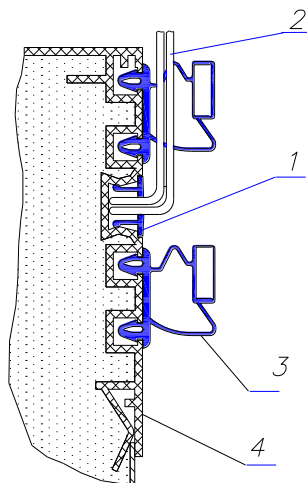
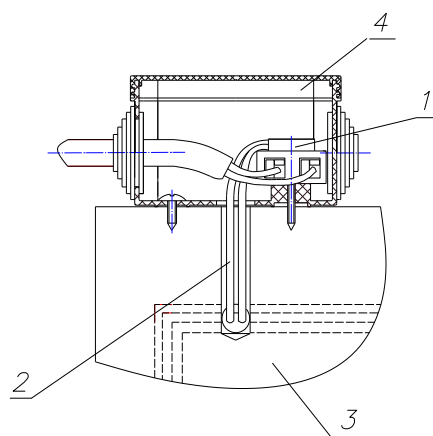
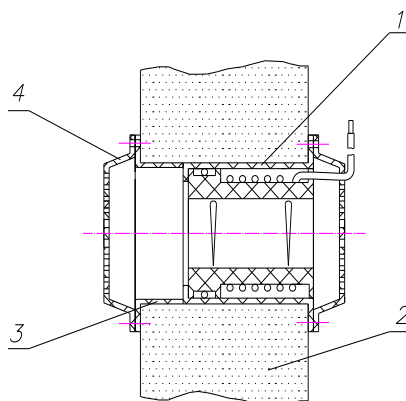

Рис.2 Установка ПЭН двери
Рис.3 Подключение ПЭН
Рис.4 Установка клапана выравнивания давления
5.2.14. При монтаже камеры типа КХН установить ПЭН двери (рис.2 и 3) и клапан выравнивания давления (рис.4), которые поставляются по дополнительному заказу.
- снять профиль крышку поз.1 (рис.2), уложить ПЭН поз.2 в паз профиля двери поз.4, вывести провода через отверстия, выполненные по месту в профиле крышке поз.1 и уплотнителе поз.3, и подсоединить к клеммнику в коробке распределительной поз.4 (рис.3).